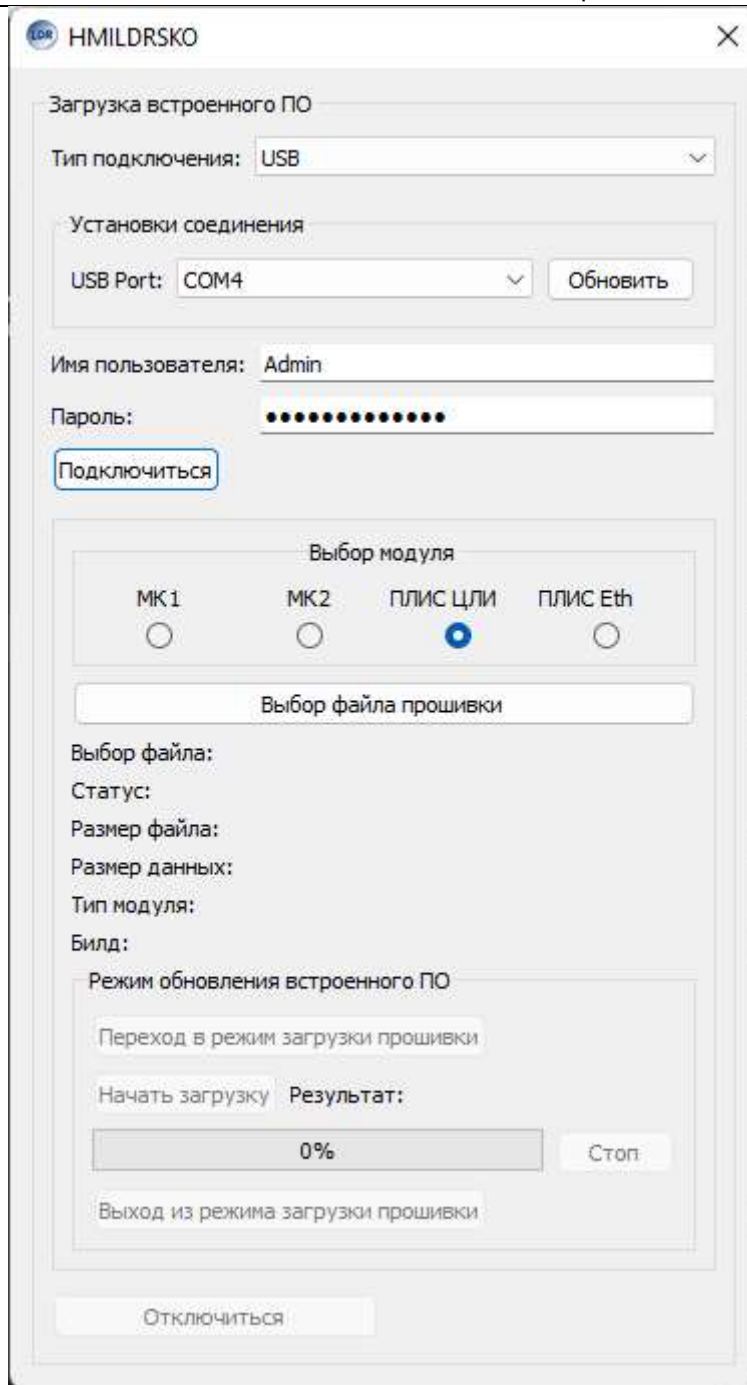

Рис. 1 Главное окно приложения
2.3. Запустить приложение «HMILDRSKO», для этого, в операционной системе Windows запустите файл «HMILDRSKO.exe», а в операционных системах Asta Linux, либо Alt Linux выполните команду «./HMILDRSKO» (если приложение не запустилось, убедитесь, что были предоставлены права на выполнение, как для приложения: `sudo chmod +x HMILDRSKO`, так и для порта: `sudo chmod 666 /dev/ttyACM0`). На экране будет отображено главное окно приложения (Рис. 1).
- 2.6. В группе «Выбор модуля» установите радио-кнопку напротив модуля «ПЛИС ЦЛИ», как это показано на Рис. 1